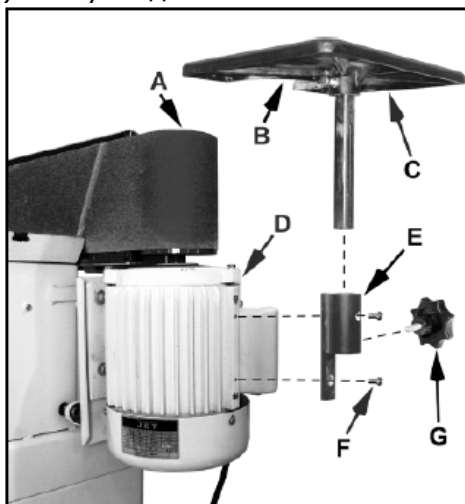

Рис. 6
Закрепите опору стола (E) (Рис. 6) с помощью 2 винтов с внутренними шестигранниками (F) сбоку от двигателя.